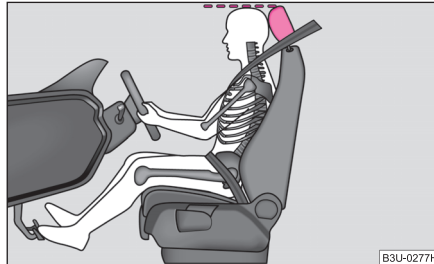

Abb. 106 Die richtige Kopfstützeinstellung des Fahrers
- Stellen Sie die Kopfstütze so ein, dass die Oberkante der Kopfstütze sich möglichst auf einer Höhe mit dem oberen Teil Ihres Kopfes befindet ⇒ Abb. 106.
- Stellen Sie die Kopfstütze so ein, dass die Oberkante der Kopfstütze sich möglichst auf einer Höhe mit dem oberen Teil Ihres Kopfes befindet ⇒ Seite 117, Abb. 106.
- Stellen Sie die Kopfstützen so ein, dass die Oberkante der Kopfstützen sich möglichst auf einer Höhe mit dem oberen Teil Ihres Kopfes befinden ⇒ Seite 117, Abb. 106.